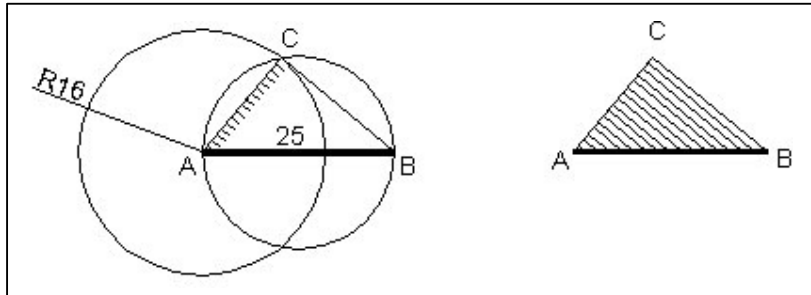

Fig.4.a
27. Să se împartă un segment AB de lungime $L=25$ în 16 părți egale (Fig.4.a).